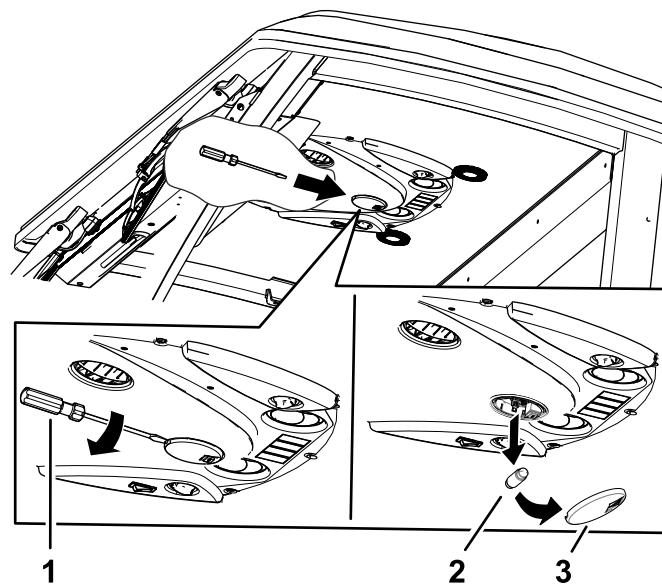

Рисунок 87
1. Снимите защитное стекло осветительного прибора с панели управления с помощью отвертки (Рисунок 87).
2. Выньте лампу из основания осветительного прибора (Рисунок 87).